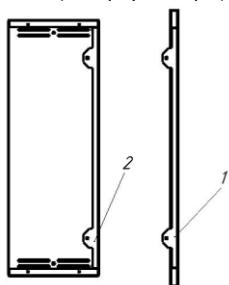

Рисунок 2 – Монтаж рамки
8.6 Для навесного шкафа - закрепить шкаф на стене, используя крепежные отверстия в задней стенке шкафа. При монтаже встроенного шкафа выставьте шкаф в нишу, обеспечивая равномерный зазор. Зафиксируйте шкаф в нише, заполнив зазор между корпусом шкафа и стенками ниши строительным раствором или другим способом, обеспечивающим жесткое надежное крепление, не деформирующим корпус шкафа. Вставьте рамку (Рисунок 2, поз.1) в корпус шкафа (Рисунок 2, поз.2).